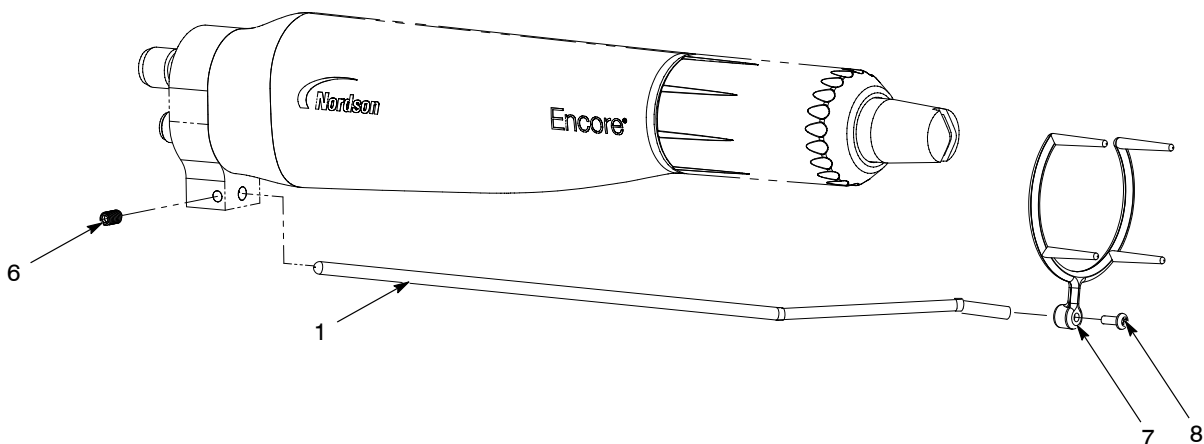

图 6 离子收集器安装 - 杆座喷枪
- 请参见图 6。将收集器杆 (1) 插入接地板，然后使用离子收集器套件中附带的 M5 x 8 固定螺钉 (6) 将其固定。
- 使用 M3 x 8 螺钉 (8) 将多点尖端 (7) 连接到收集器杆上。